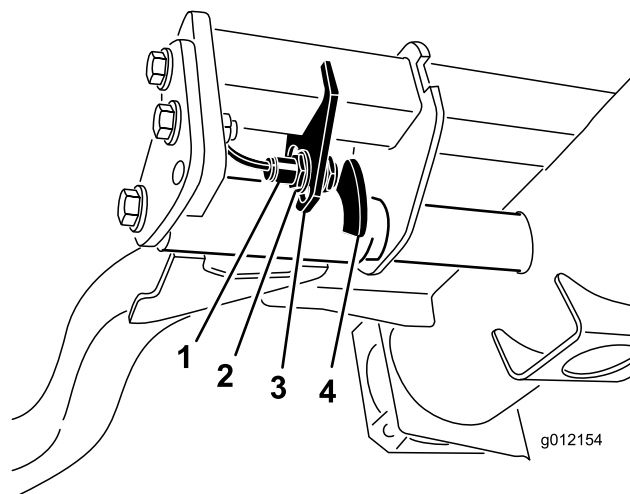

Figura 34
2. El interruptor del brazo de elevación está situado debajo del depósito de aceite hidráulico y detrás del brazo de elevación delantero derecho (Figura 34).
3. Afloje los tornillos de montaje del interruptor (Figura 34) y mueva el interruptor hacia abajo para aumentar la altura de giro del brazo de elevación, o hacia arriba para reducir la altura de giro del brazo de elevación. Apriete los tornillos de montaje.